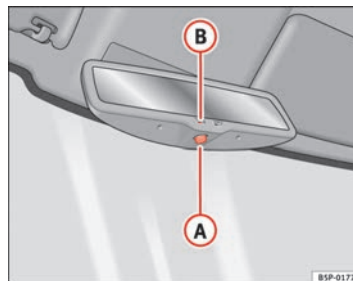

Fig. 67 Retrovisor interior con ajuste automático para posición antideslumbrante.
- Pulse la tecla (A) ⇒ fig. 67. El testigo de control (B) se apaga.
- Pulse la tecla **A** ⇒ fig. 67. El testigo de control se enciende.